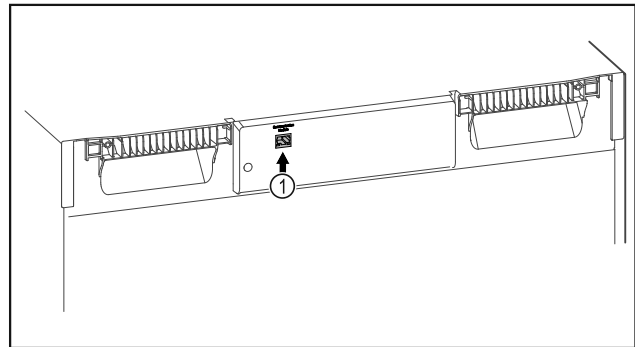

Fig. 93
- Το SmartModule Fig. 93 (1) χρησιμοποιείται.